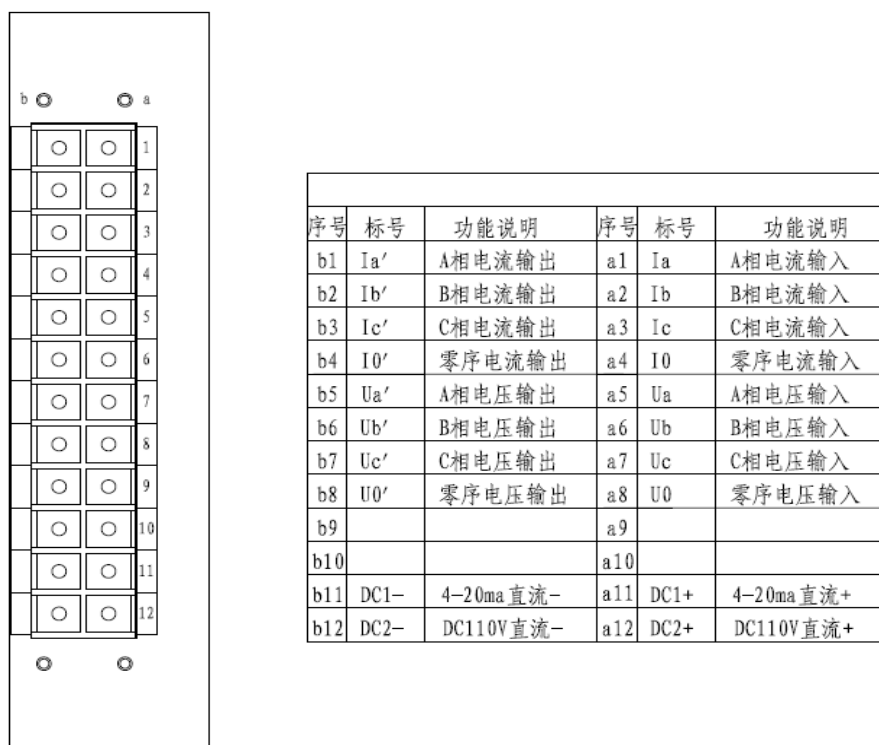

图 6 交流插件 2 端子定义
5.1.3.2 交流插件 2（针对一回线情况），如图 6 所示